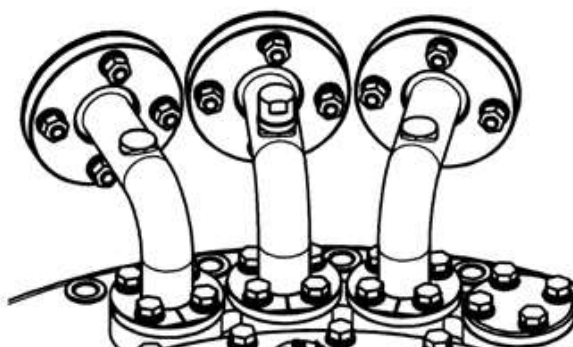

Рис. 42
2. Для заполнения маслом используйте патрубки S или Q (Рис.42).